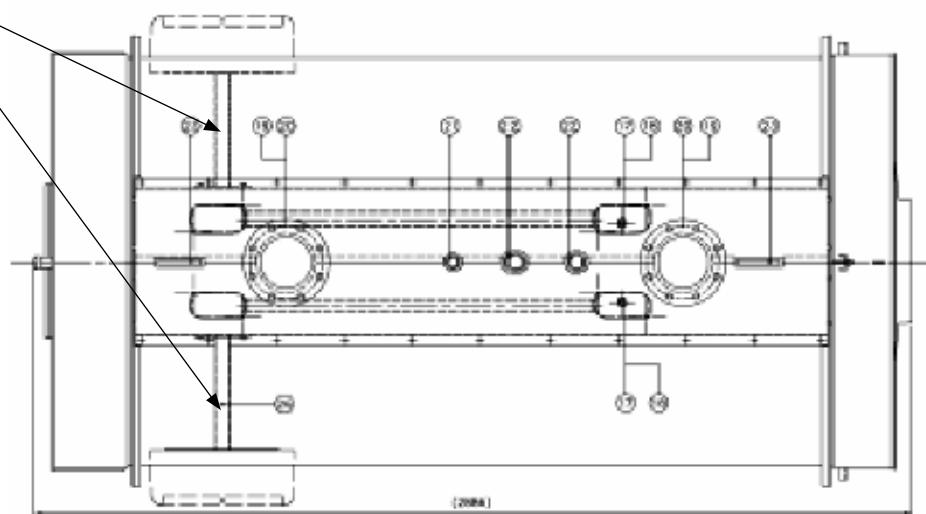

рис. 24
4) осуществить электрические подключения пульта управления и закрепить его на корпусе котла используя соответствующие винты (рис. 24 и 25).